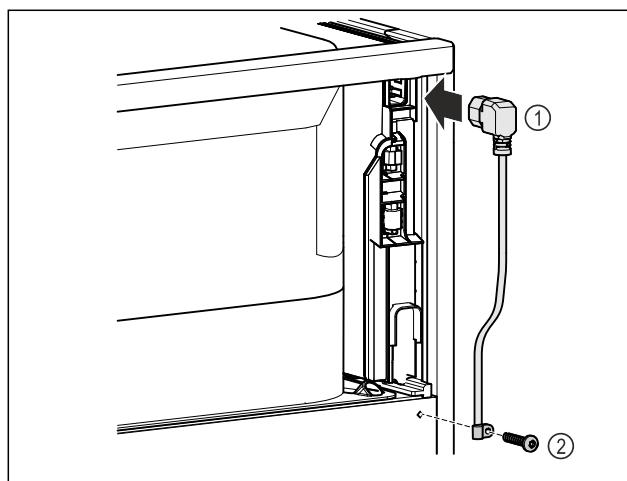

Fig. 13
- Вставьте разъем сетевого кабеля, предназначенный для устройств, не выделяющих тепла, Fig. 13 (1) с задней стороны устройства.
- Установите приспособление для разгрузки натяжения кабеля. Fig. 13 (2)